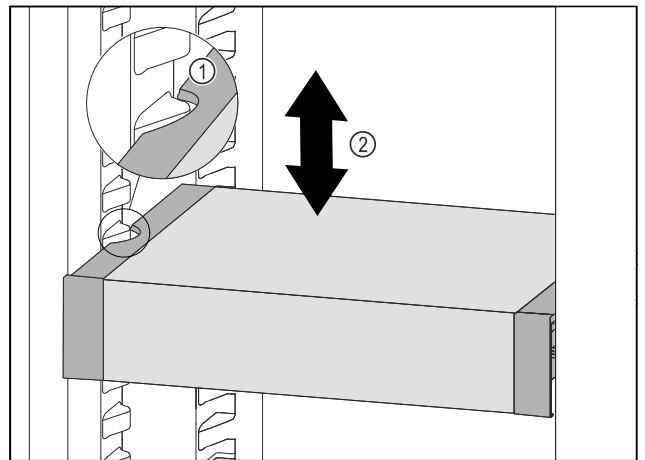

Fig. 129
- VarioSafe nach vorne ziehen, bis sich die seitlichen Aussparungen des VarioSafes auf Höhe der Behälterrippe im Kühlteil befinden. Fig. 129 (1)
- VarioSafe im Kühlteil nach oben oder unten bewegen, bis gewünschte Höhe erreicht ist. Fig. 129 (2)